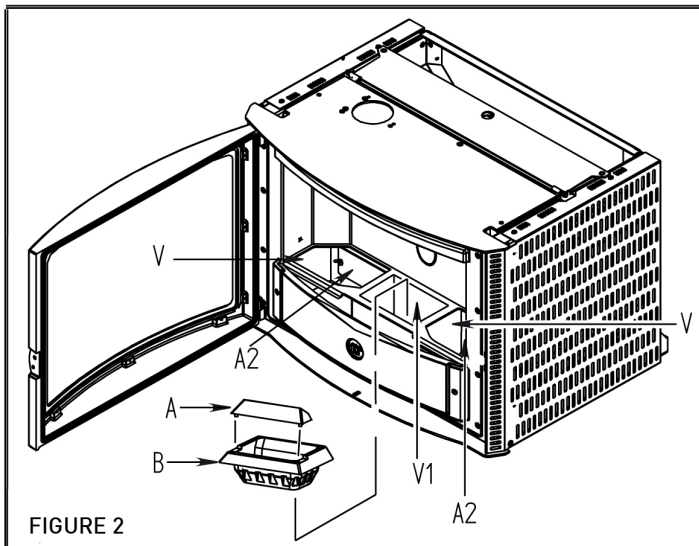

FIGURE 2
- **Une fois tous les 3 jours** : Tirer et relâcher plusieurs fois les tiges de nettoyage des turbulateurs (Figure 2).